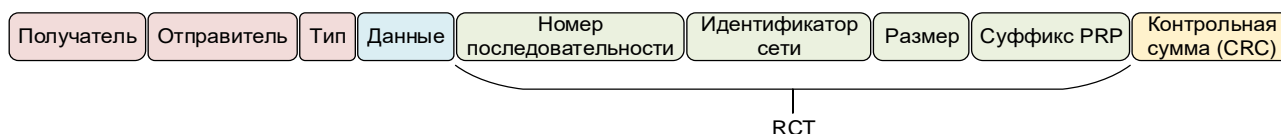

Рисунок 6 – Описание Ethernet кадра с RCT
– кадры Ethernet, отправленные на порт 0, с добавлением RCT части, состоящей из четырех полей (см. рисунок 6):